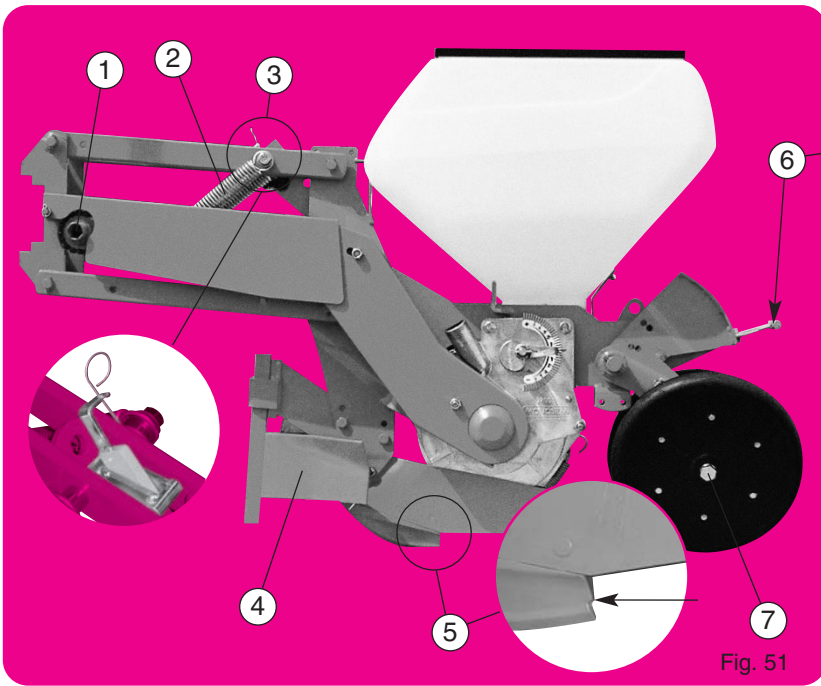
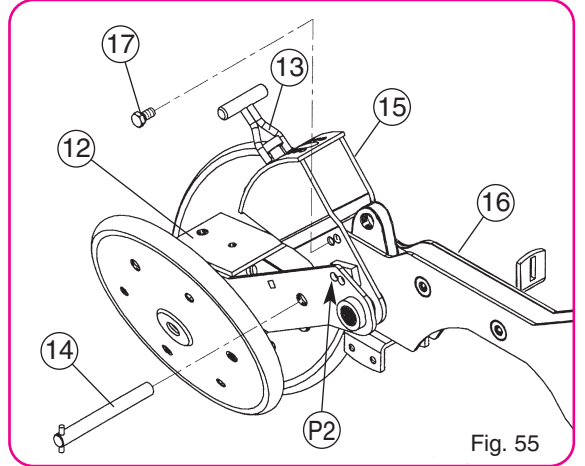

Fig. 51
Fig. 55
**Version de base** (fig. 51) Élément monté sur parallélogramme, terrage par le bloc arrière - système à crans (fig. 51 - 52) - chasse-mottes avant avec coultre - soc standard maïs - roues arrière inclinées autonettoyantes - trémie 40 litres
- 1 Système de sécurité (fig. 51) : il provoque un cratage sonore en cas de blocage de la distribution. Un arrêt est alors obligatoire (voir page 29). Graisser les dents du crabat à la mise en route pour faciliter les premiers déclenchements.
- 6 Réglage du terrage (fig. 51 - 52) une jauge graduée facilite l'uniformité du réglage.
- 7 Réglage de l'écartement des roues maïs (fig. 51) : 2 bagues sur moyeux que l'on place, soit côté inférieur, soit côté extérieur, permettent d'obtenir 2 écartements à la base. Utiliser les roues reserrées pour semis superficiels (1 à 3 cm).
- 9 Fig. 60 : Terrage sur roue avant, à partir de l'élément maïs (fig. 51), pour cette option, il est nécessaire de se procurer le kit (fig. 56) et la roue avant 300 x 100 (fig. 59). Commencer par déverrouiller le bloc tasseur arrière (12) du bras de réglage (13) (fig. 55), pour cela : enlever la broche (14) le bloc tasseur arrière (12) reste libre. Le secteur (15) reste fixé sur le corps (16) par la vis (17) en P2 (fig. 60). Monter le kit terrage par balancier (fig. 56) suivant schéma (fig. 60). La profondeur de mise en terre est obtenue en modifiant la position de la roue avant en actionnant le levier (18) (réglage par crans).
- 10 Fig. 60 : Terrage par balancier, à partir de l'élément maïs (fig. 51), pour cette option, il est nécessaire de se procurer le kit (fig. 56), la roue 300 x 100 (fig. 59) ou l'ensemble double-disques à roues 260 x 90 (fig. 61). Commencer par déverrouiller le bloc tasseur arrière (12) du bras de réglage (13) (fig. 55), enlever la broche (14), le bloc tasseur arrière (12) doit être soigné du secteur (15) par la vis (17) en P3 (fig. 60). Monter la roue avant 300 x 100 (18) avec ses bras (19) et son chasse-mottes (20).
**Basic version** (fig. 51) element mounted on a parallelogram, depth control via the rear unit, notch system (fig. 51 - 52) - Front clod remover with coultter - standard corn share - self-cleaning inclined rear wheels - 40 litre grain tank.
- 1 Safety system (fig. 51) : this causes the clutch to sound in case of a blockage in the metering system. When this clutch sound is heard, stop the machine immediately (see page 29). The teeth of the clutch should be lubricated when restarting in order to make the first declutching easier.
- 6 Adjustment of the depth (fig. 51 - 52) : a gradual scale makes it easier to set the unit at a uniform depth.
- 7 Adjustment of the spacing of corn press wheels (fig. 51) : placing the 2 bushings on the inside or the outside of the wheel hub allows for 2 basics widths. Use the narrow setting for shallow seeding (1-3 cm) (3/8 - 1 1/2").
- 9 Fig. 60 : Depth control on front wheel, via the corn element fig. 51. For this option you will need the kit (fig. 56) and the 300 x 100 front wheel. Start by detaching the rear seed firming unit (12) from the adjusting arm (13) (fig. 55). Remove the pin and the rear seed firming unit (12) will remain free. The sector (15) will remain secured to the body (16) via the P2 screw (17) (fig. 60). Assemble the swinging arm depth control kit (fig. 56) in accordance with the diagram (fig. 60). The planting depth is adjusted by changing the position of the front wheel using the lever (18) (adjusting through notches).
- 10 Fig. 60 : Depth control via swinging arm, using the corn element (fig. 51). For this option you will need the kit (fig. 56), the 300 x 100 front wheel (fig. 59) or the 260 x 90 double wheel assembly (fig. 61). Start by detaching the rear seed firming unit (12) from the adjusting arm (13) (fig. 55). Remove the pin and the rear seed firming unit (12) should remain attached to the sector (15) via the P3 screw (17) (fig. 60). Assemble the 300 x 100 front wheel (18) with its arms (19) and its clod remover (20).
**Grundausrüstung** (Abb. 51) : Vorrichtung auf Parallelogramm, Tiefenregulierung über Heckblock, Rastersystem. (Abb. 51 - 52).
- 1 Überlastsicherung (Abb. 51) : Wenn die Säscheibe blockiert ist (durch Einwirkung von Fremdkörpern) spricht die Überlastsicherung an durch ein knarrendes Geräusch. Halten Sie sofort die Maschine an, um die Ursache festzustellen (siehe Seite 29). Bei der Inbetriebsetzung sind die Zähne der Kupplung zu schmieren, um das Auslösen der Kupplung zu erleichtern.
- 9 Abb. 60: Tiefenregulierung über Vorderrad bei Maisvorrichtung Abb. 51, hier ist das Zusatzkit (Abb. 56) und das Vorderrad 300 x 100 (Abb. 59) erforderlich. Zuerst Heckandruckrollenblock (12) am Verstellhebel (13) (Abb. 55) lösen. Klammer (14) entfernen, Heckandruckrollenblock (12) bleibt frei. Sektor (15) ist mit einer Schraube (17) an (16) in P2 befestigt (Abb. 60). Das Schwenkvorrichtung-Kit zur Tiefenregulierung (Abb. 56) nach Vorlage (Abb. 60) montieren. Einstellung der Arbeitstiefe am Hebel (18) des Vorderrades (Rastersystem).
- 10 Abb. 60: Tiefenregulierung mit Schwenkvorrichtung, mit Maisvorrichtung (Abb.51) Für diese Option ist das Kit (Abb. 56), das Rad 300 x 100 (Abb. 59), oder die Vorrichtung Radscheiben 260 x 90 (Abb. 61) erforderlich. Zuerst den Arbeitstiefeneinsteller (12) am Heck vom Verstellhebel (13) (Abb. 55) lösen, die Klammer (14) entfernen, Heckblock (12) mit dem Sektor (15) über eine Schraube (17) an (16) in P3 (Abb. 60) festgeschraubt. Vorderrad 300 x 100 (18) mit den Auslegern (19) und dem Klutenräume (20) anbringen.